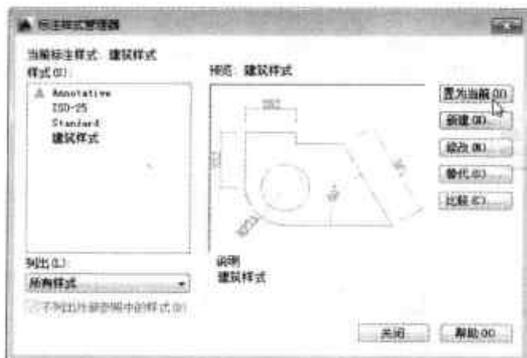

图9-85 完成尺寸样式的设置
Step09 设置完成后，单击“确定”按钮，返回上一层对话框，单击“置为当前”按钮，完成尺寸样式的设置，如图9-85所示。